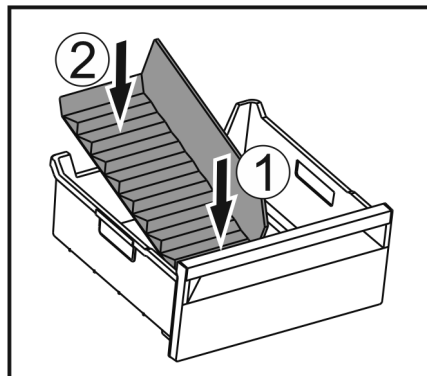

Fig. 250
- ▶ Τοποθετήστε το μπροστινό τμήμα του διαχωριστικού παγοθήκης. Fig. 250 (1)
- ▶ Κατεβάστε το πίσω τμήμα του διαχωριστικού παγοθήκης μέχρι τον πυθμένα του συρταριού. Fig. 250 (2)